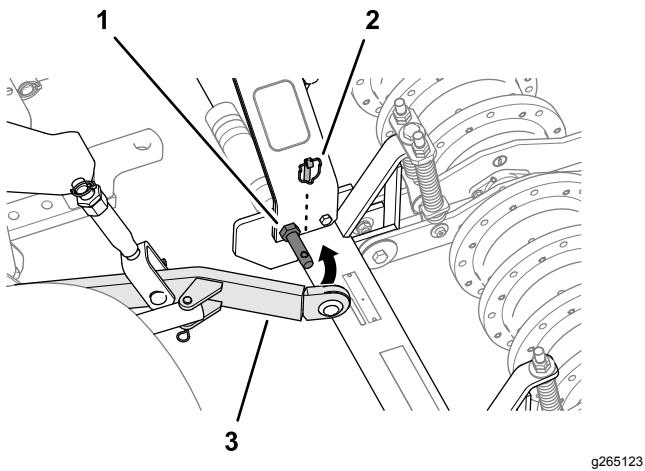

Figure 17
4. Positionnez l'aérateur de manière à ce que les bras d'attelage inférieurs du groupe de déplacement soient alignés sur les axes de chape des bras de levage de l'aérateur (Figure 17).
5. Assemblez les bras d'attelage inférieurs sur les axes de chape des bras de levage, puis fixez les bras avec les goupilles à anneau (Figure 17).